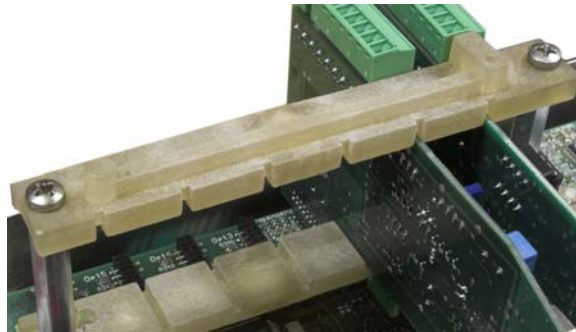

Figura 3-38: Guía superior de la tarjeta
7. Retire los dos tornillos que sujetan la guía de la tarjeta superior, mostrada en la figura 3-38, y levante la guía de sus soportes.
1. Afloje y retire los tornillos que sujetan la guía de la tarjeta superior (Figura 3-38), y ponga en su sitio sus soportes.
5. Coloque de nuevo la guía superior de la tarjeta, teniendo cuidado en chocar el borde superior de las tarjetas opcionales en las ranuras de la guía superior (vea la Figura 3-38).